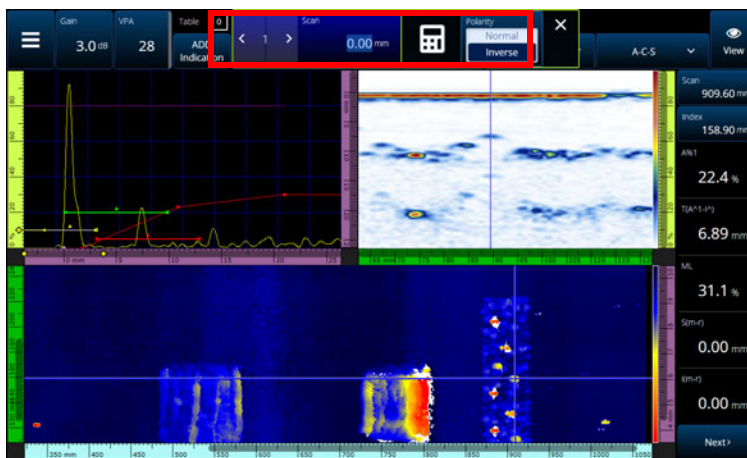

Figura 2-59 Pular para um local específico digitando um número com o teclado numérico
- c) Pressione o controle de **Scan** (rastreamento) ou **Index** (índice). Um menu é aberto e permite digitar um novo valor usando o teclado numérico ou inverter a polaridade do codificador (Figura 2-59 na página 114).